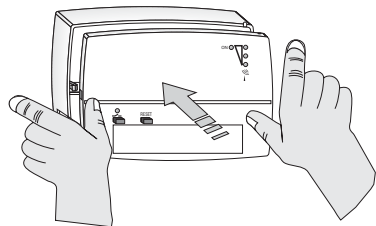
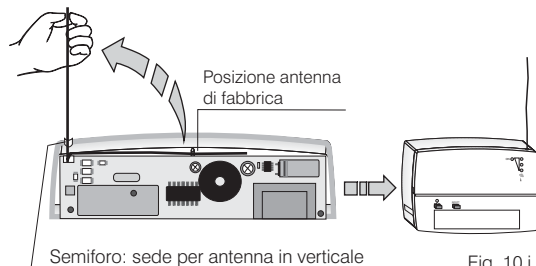

Fig. 9.i
Fig. 10.i
- Far passare il filo nel piccolo semiforo appositamente predisposto (fig. 10.i)
- Richiudere con attenzione il ricevitore (fig. 9.i - fig. 10.i).